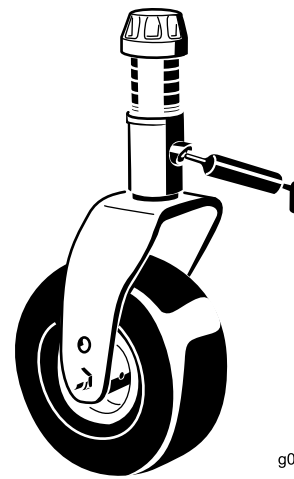

Figura 71
- Um casquilho de eixo da forquilha da roda giratória (Figura 71)